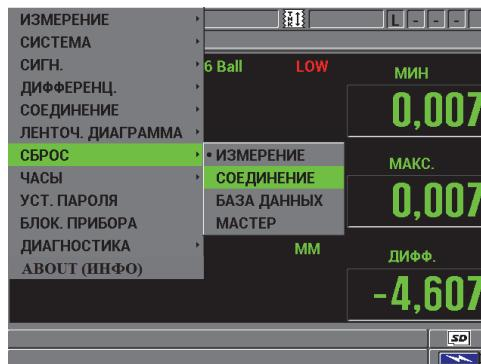

Рис. 8-8 Экран СБРОС СВЯЗИ
- Нажмите клавишу [SET UP] и выделите СБРОС (См. Рис. 8-8 на стр. 159);